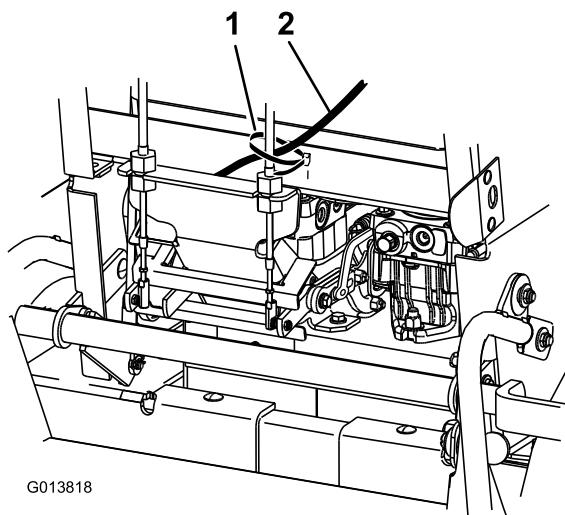

図 7
10. 結線用タイを使って、速度コントロール・ケーブルを右側コントロール・ケーブルに束ね合わせる（図 7）。